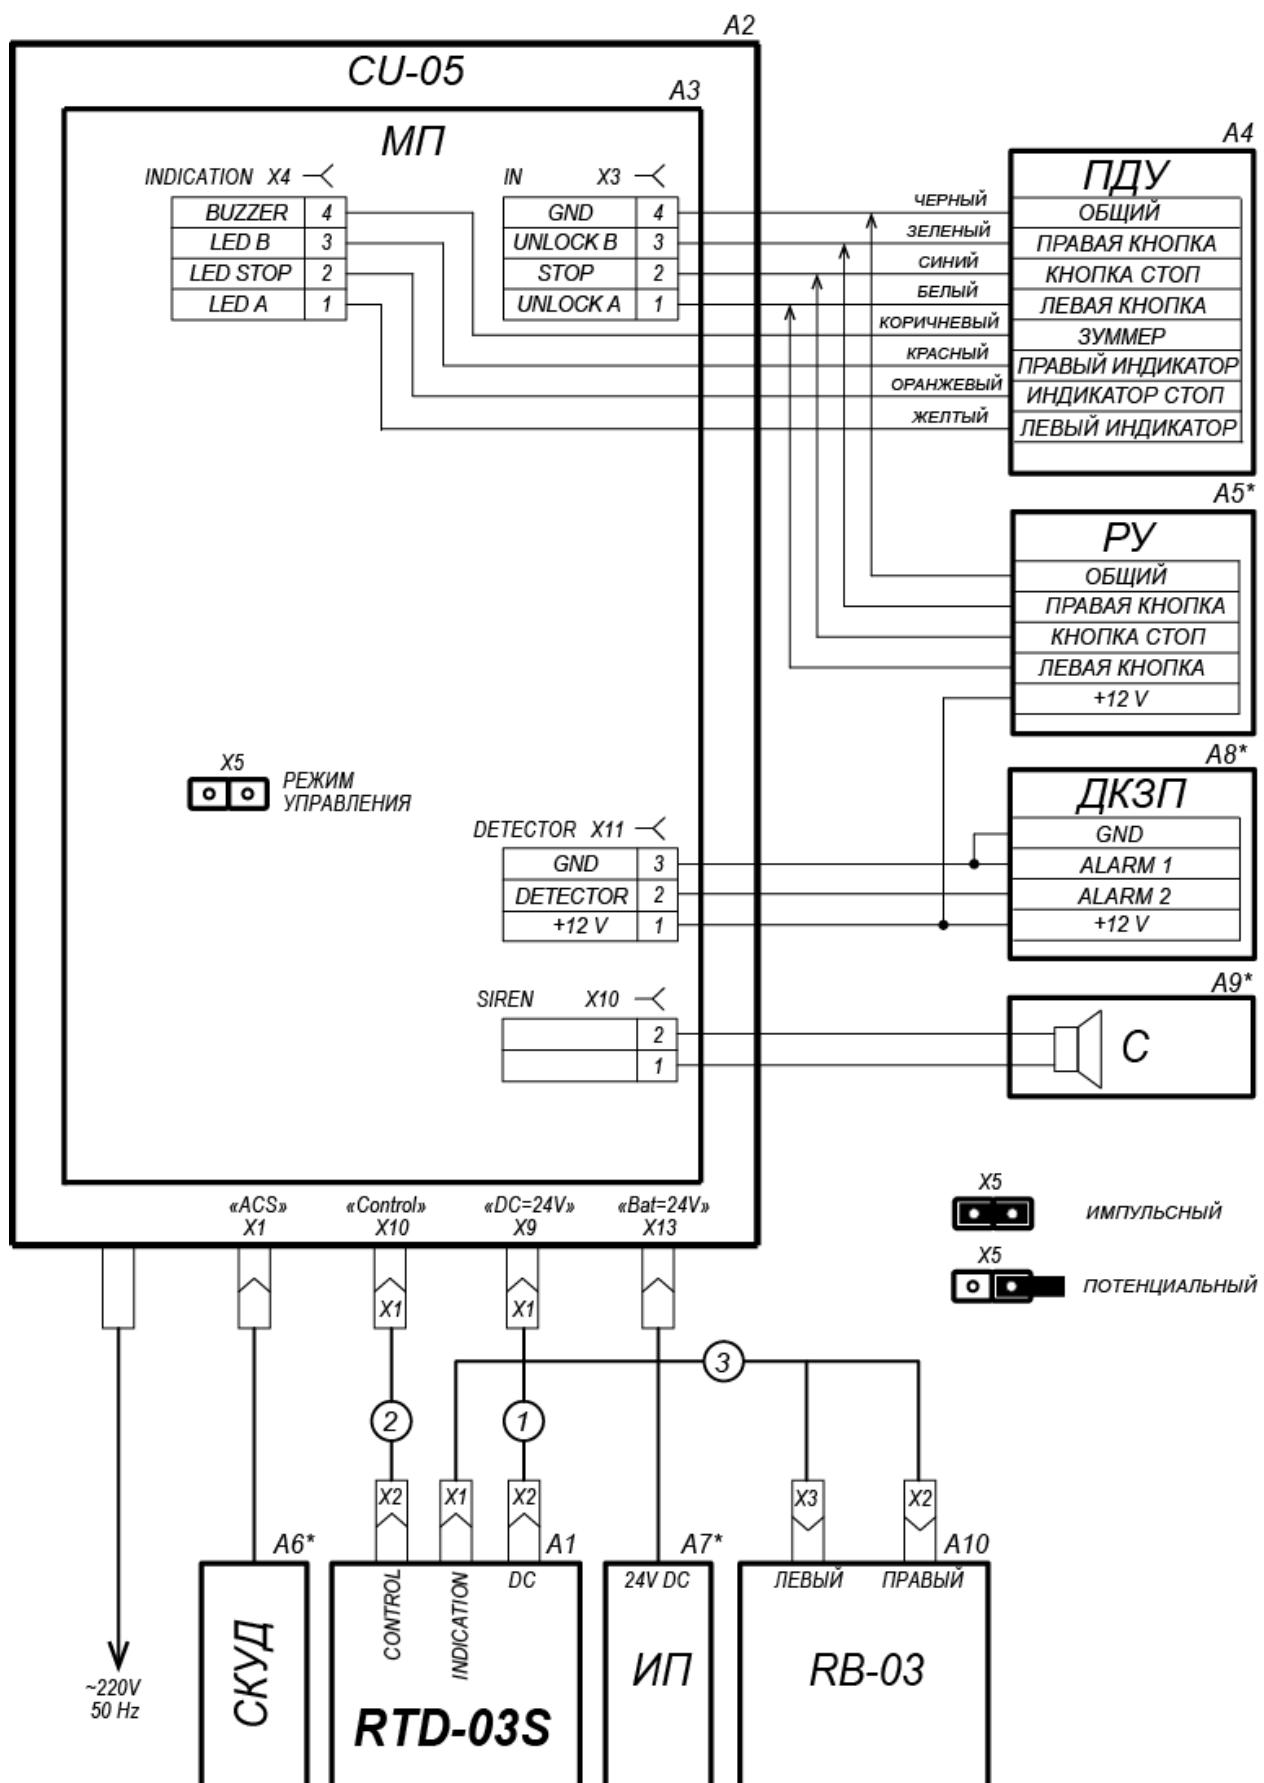

Рисунок 11. Схема электрическая соединений
3. Подготовьте в полу кабельные каналы для прокладки кабеля управления (10) и кабеля питания (11) и отверстия под анкеры PFG IH 10 для крепления стойки турникета (3 отв. Ø16x60 мм). Установите гильзы анкеров в выполненные отверстия так, чтобы они не выступали над поверхностью пола.
4. Извлеките из транспортировочного ящика и по кабельным каналам проложите от места установки БУ (8) кабели управления (10) и питания (11) к месту установки стойки турникета.
5. Извлеките из транспортировочного ящика стойку турникета и положите ее на заранее подготовленную устойчивую подставку. Подключите кабели управления (10) и питания
- (11) к соответствующим разъемам, расположенным на блоке кабельных разъемов (16) внутри стойки с фланцем (2) в соответствии со схемой электрической соединений (см. рис. 11). Для этого необходимо извлечь блок кабельных разъемов (16), из стойки с фланцем (см. рис. 2). После подключения кабелей установите блок кабельных разъемов (16) внутрь стойки с фланцем (2) на высоту, обеспечивающую возможность дальнейшего монтажа. Установите стойку турникета в вертикальное положение.